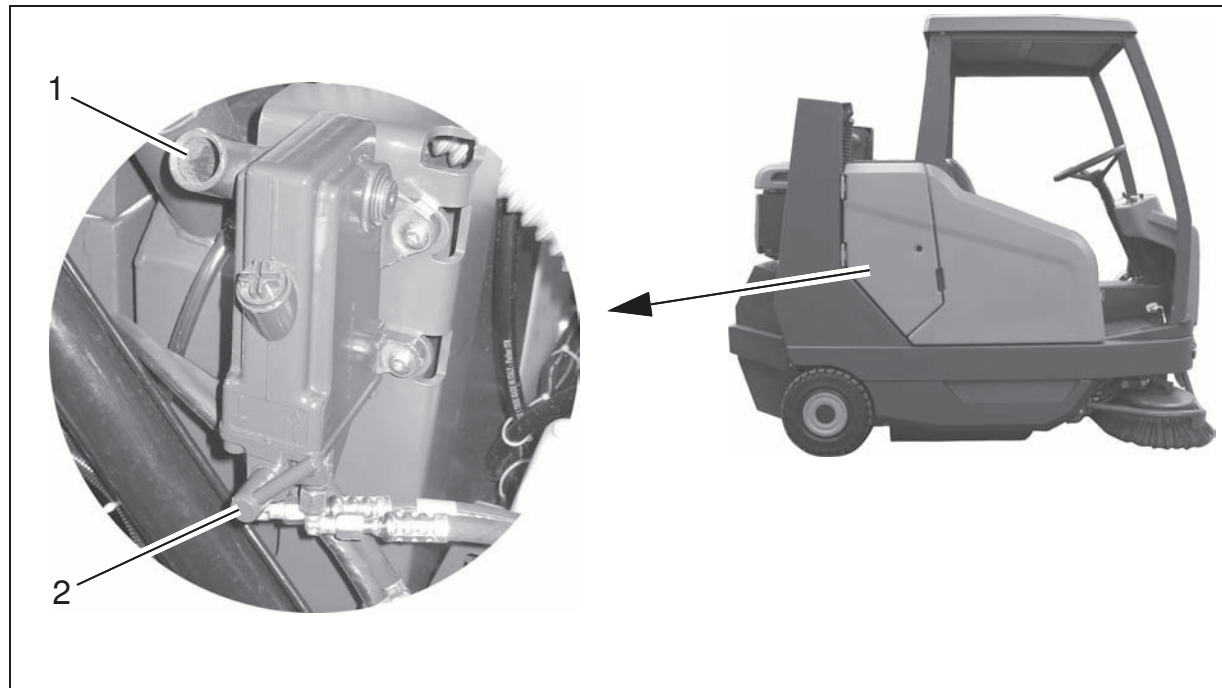

Abb.12
2. Seitenklappe öffnen und den Pumpenhebel auf die Handpumpe (Abb. 12/1) stecken.
3. Knebel (Abb. 12/2) an der Pumpe auf "heben" stellen (Pfeil nach oben) und die Kabine mit dem Pumpenhebel bis zum Anschlag hochpumpen.